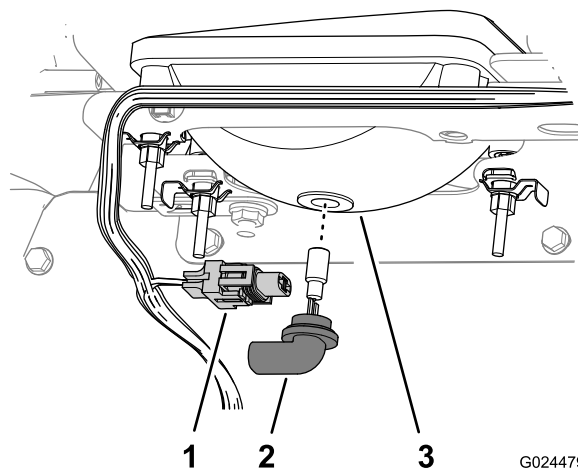

Figura 39
3. Desconecte el conector eléctrico del arnés de cables del conector de la lámpara, en la parte trasera de la carcasa del faro (Figura 39).
4. Retire el conjunto de la lámpara girándola 1/4 de vuelta en sentido antihorario y desplazándola hacia atrás (Figura 39).
5. Instale el conjunto de lámpara nueva y la carcasa del faro y alinee las pestañas del conjunto de la lámpara con las ranuras de la carcasa del faro (Figura 39).
6. Sujete el conjunto de la lámpara girándola 1/4 de vuelta en sentido antihorario (Figura 39).
7. Conecte el conector eléctrico del arnés de cables al conector del conjunto de la lámpara nueva (Figura 39).